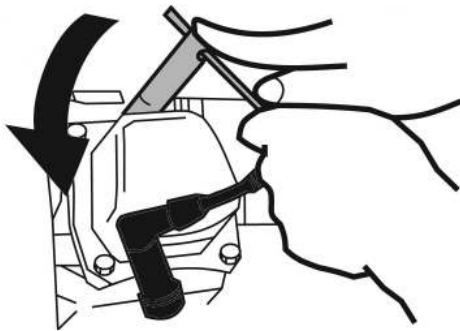

Рис. 14. Обслуживание свечи зажигания
2. Открутите свечу зажигания свечным ключом (Рис. 14).